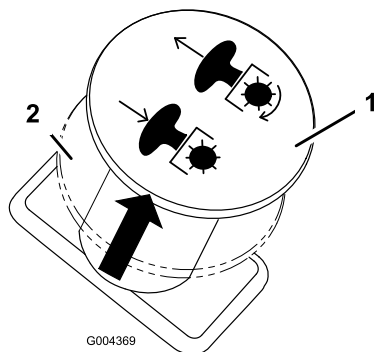

Figura 9
2. Disinserite le lame spostando il comando delle lame in posizione Off (Figura 9).
- Disinserite le lame spostando il comando delle lame in posizione Off (Figura 9).